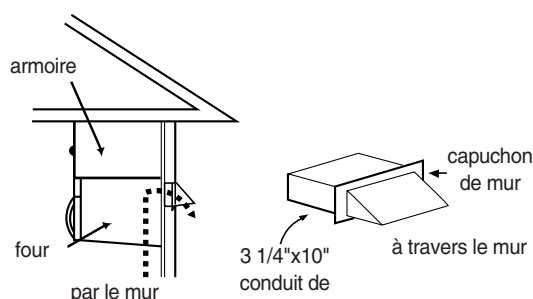

Figure 5
- **Évacuation par le mur** Si le four est posé sur un mur donnant sur l'extérieur, comme l'illustrent les figures 5 (conduit de 3 1/4 x 10 po [8,2 x 25,4 cm]) et 8 (conduit de 6 po [15 cm] de diamètre).